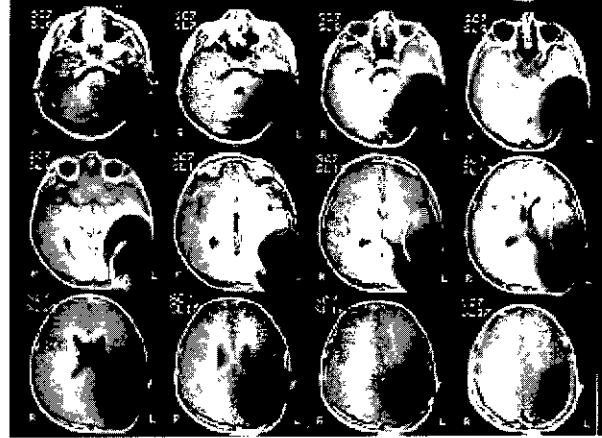

Ilustración 2: Imágenes de RM obtenidas con un escáner 1,5T (niño de 8 años).
- Se esperan artefactos de imagen (consulte la Ilustración 2).